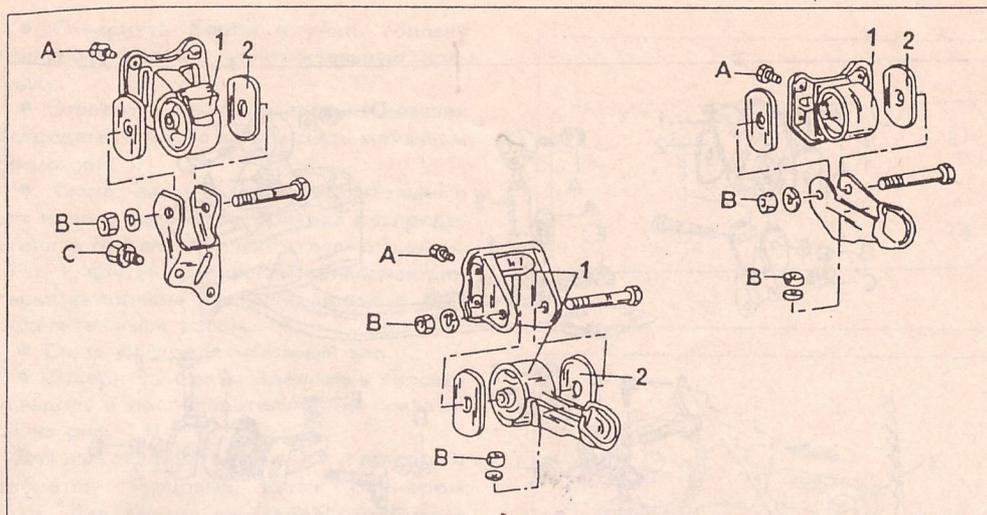

Рис. 8.
- Установить силовой агрегат в двигательном отсеке и слегка затянуть болты его крепления. Отсоединить тросы крепления силового агрегата и полностью затянуть болты крепления. Моменты затяжки указаны на рис. 8 и 12.
Приведенные ниже указания относятся к автомобилям всех моделей. Подвеска коробки передач показана на рис. 8. рис. 12 показана подвеска двигателя с бонаддувом. Такая же подвеска применяется на автомобиле с дизелем.
На рис. 8 обозначена позицией (1).